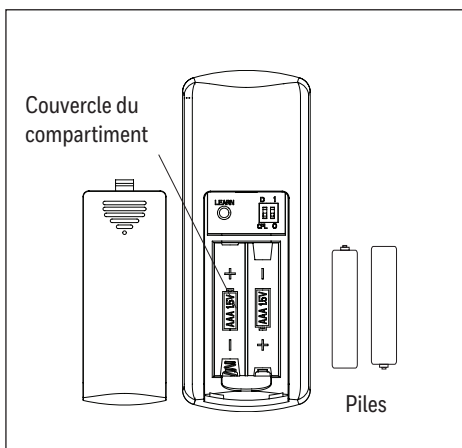

Figure 6.1
1. À l'aide d'un tournevis à tête plate, retirez le couvercle du compartiment à piles situé à l'arrière de la télécommande de l'ensemble de contrôle à distance, au besoin. Insérez la pile dans la télécommande; veillez à ce que la polarité de la pile corresponde à celle indiquée dans le compartiment à piles : positif (+) sur positif (+) et négatif (-) sur négatif (-). Remplacez le couvercle arrière, puis appuyez sur le bouton d'alimentation de la télécommande pour vous assurer que le voyant à DEL s'allume et que la télécommande met le ventilateur en marche (Figure 6.1).
La télécommande ne fonctionne pas :	1. Une surtension peut avoir effacé la mémoire. La télécommande doit être resynchronisée avec le récepteur. Instructions pour la synchronisation : Coupez l'alimentation électrique du ventilateur, puis rétablissez-la. Dans un délai de 30 secondes, appuyez sur le bouton LEARN [apprentissage] (Figure 6.1) situé dans le compartiment à piles) et maintenez-les enfoncés pendant 5 secondes. Le ventilateur tournera à basse vitesse et la lumière sera éteinte. Cela indique que la télécommande a été synchronisée. 2. Insérez de nouvelles piles AAA de 1,5 V dans le compartiment à piles de la télécommande. 3. Si plusieurs ventilateurs sont installés à proximité, mettez les autres ventilateurs hors tension avant de resynchroniser la télécommande (consultez la mesure corrective 1 ci-dessus).